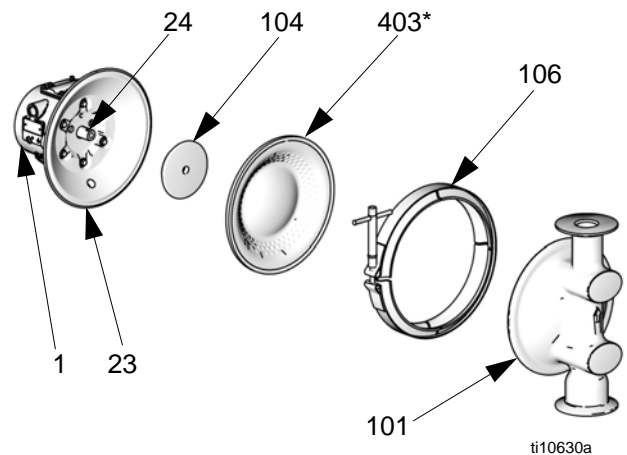

FIG. 12
3. Retire las abrazaderas (106) que sostienen las cubiertas de fluido (101) en las cubiertas de aire (23). Extraiga las cubiertas de fluido (101) de la bomba. Consulte la FIG. 12.
5. Los diafragmas se arman apretados con la mano. Para aflojarlos, agarre ambos diafragmas con seguridad del borde exterior y gire en sentido contrahorario. Un conjunto de diafragma se soltará y el otro permanecerá unido al eje. Retire el diafragma liberado (403) y la placa del lado de aire (104).
6. Extraiga el otro conjunto de diafragma y el eje del diafragma (24) de la carcasa central (1). Sostenga las caras planas del eje con una llave de boca abierta de 19 mm y retire del eje el diafragma y la placa del lado del aire.
7. Inspeccione el eje del diafragma (24) en busca de desgaste o daños. Si está dañado, inspeccione los cojinetes (19) sin extraerlos. Si los cojinetes están dañados, consulte la página 26.
8. Introduzca un extractor de juntas tóricas en la carcasa central (1) y extraiga las empaquetaduras de copa en U (402) de la carcasa. Esto puede hacerse sin retirar los cojinetes (19).